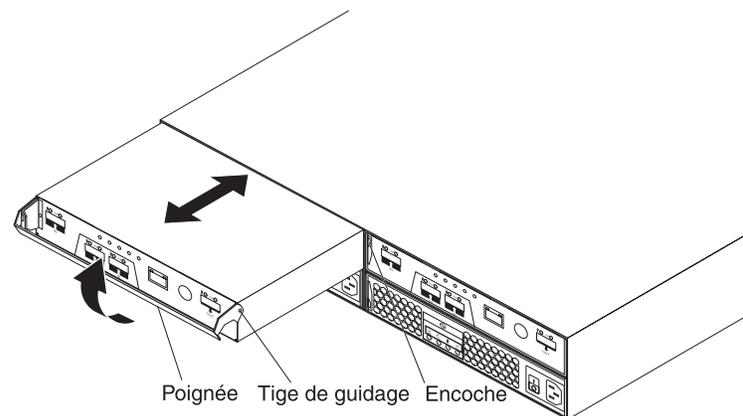

Figure 49. Retrait et remplacement d'un contrôleur
- b. Tirez lentement sur la poignée pour l'écarter du boîtier et extraire le contrôleur de sa baie, comme illustré dans la figure 49.
- b. Assurez-vous que les tenons latéraux du contrôleur s'enclenchent dans les encoches du boîtier du DS3200. Voir la figure 49, à la page 97.